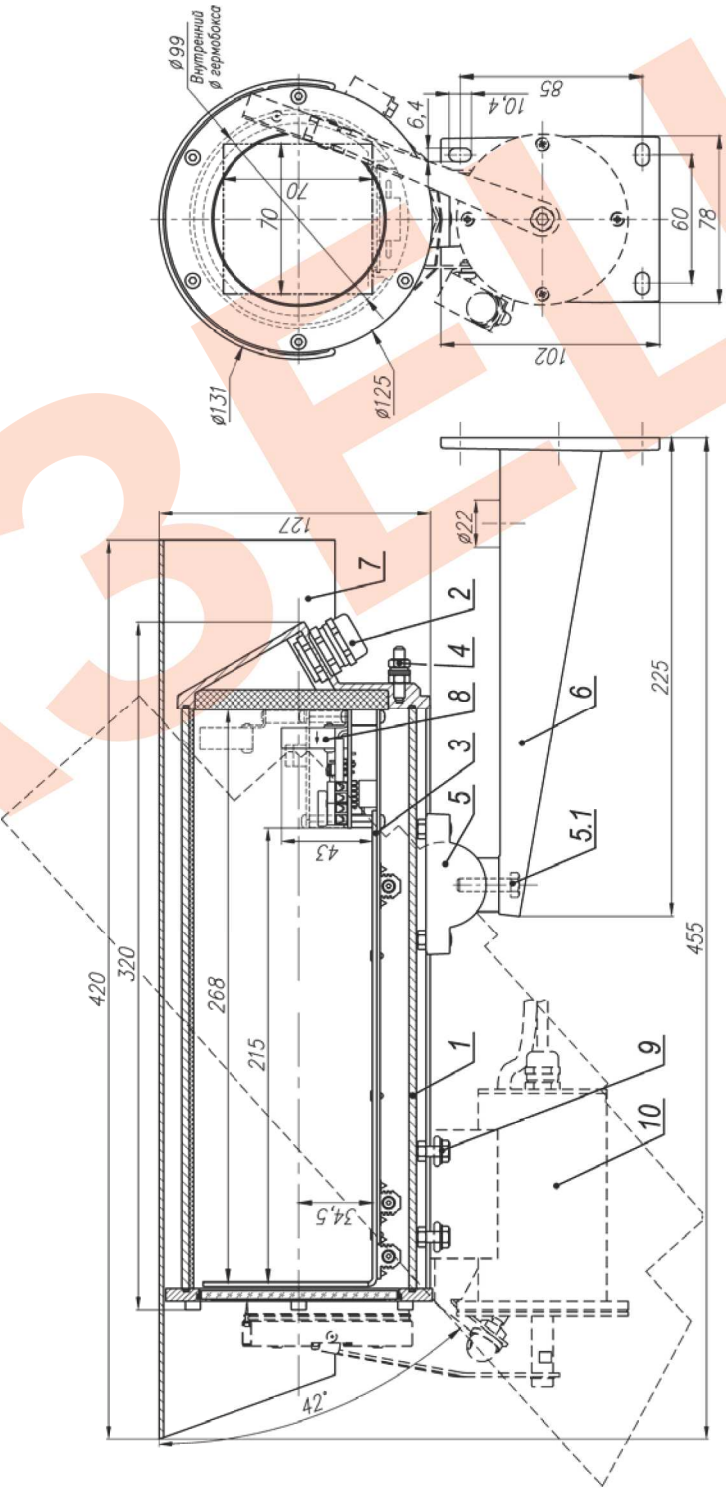

Рис.1 Состав и габаритно-установочные размеры ТГБ-7С
2. Выдвинуть модуль видеокамеры (поз.3 рис.1) из кожуха.
8. Ослабив болт фиксации шарнира (поз.5.1 рис.1) установить гермобокс на нужное направление обзора, после чего надежно зафиксировать шарнир, затянув болт.
9. Заземлить гермобокс с помощью болта заземления (поз.4 рис.1).
В состав изделия входят (см. рис.1):